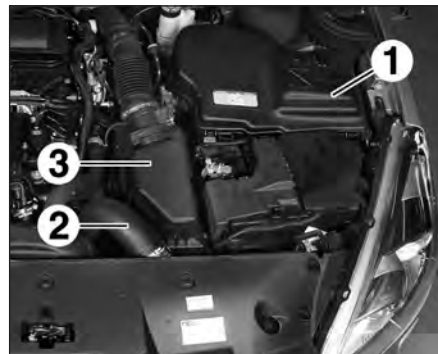

FIG.5
- le couvercle (1) du boîtier de servitude moteur (Fig.5),
- la canalisation (2) d'entrée d'air de l'échangeur,
- le boîtier de filtre à air (3) avec le débitmètre (voir chapitre "Moteur").